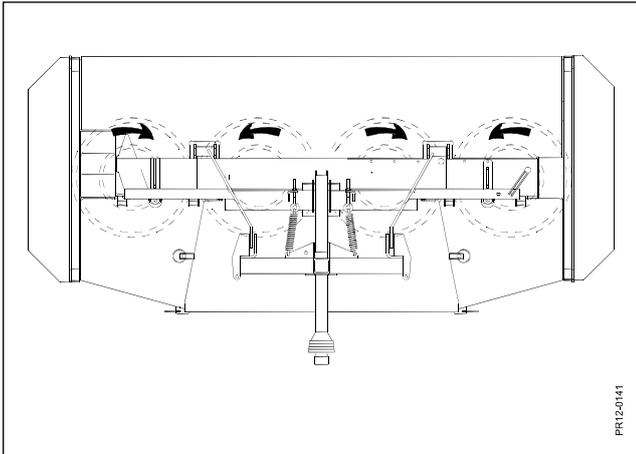

Fig. 3-1
**Fig. 3-1** Die Rotorplatten drehen paarweise gegen einander, um das Gras den kürzesten Weg über den Schneidwerk zu sichern und dadurch die Materialfluß zu optimieren. Dieses sichert teils, daß das Abschneiden von schon abgeschnittenem Gras nicht blockiert wird, und teils, daß das schon abgeschnittene Gras nicht wieder geschnitten wird.